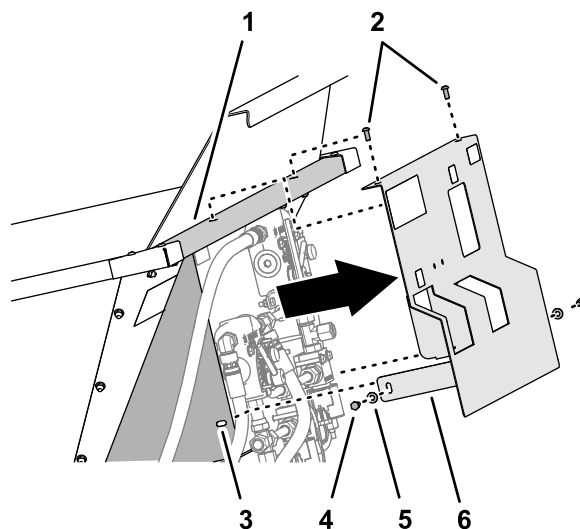

図 25
1. 油圧ガードの穴を、バルブブランドマウントの穴とホッパーの前壁の穴に合わせる 図 25。
2. 油圧ガードをホッパーの壁に固定する 図 25 トップドレッサの油圧ガードを取り除く \(ページ 8\) で取り外したボタンヘッドねじ 2 本を使用する。